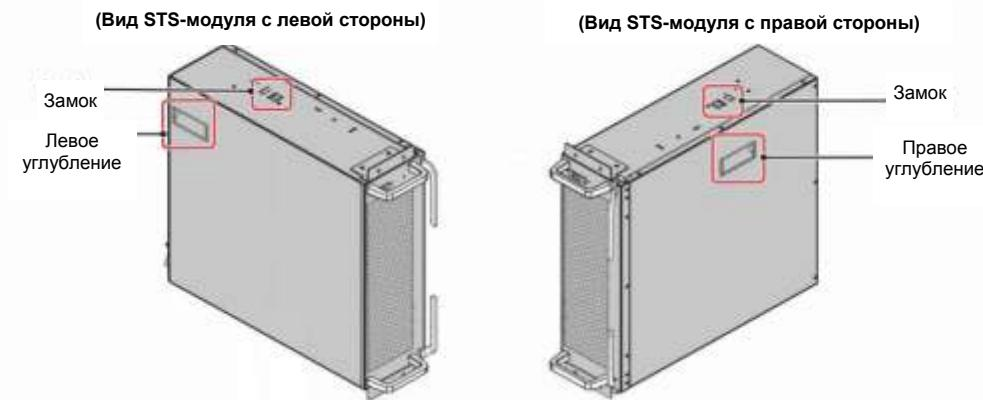

Рисунок 5-30: Расположение замка и боковых углублений
- 3** Для выполнения работ понадобятся два человека. Один человек держит оба выталкивателя и открывает их наружу **1**. После этого STS-модуль можно выдвинуть из шкафа ИБП **2**. Каждый человек удерживает модуль за одну ручку **3**, и оба работают в паре, чтобы вытащить STS-модуль из шкафа ИБП. Когда модуль дойдет до упора, нажмите замок (см. *Рисунок 5-30*) в его верхней части. Теперь, каждый человек держит модуль за одну ручку **3** и одно углубление **4**, чтобы вытянуть модуль из шкафа ИБП.